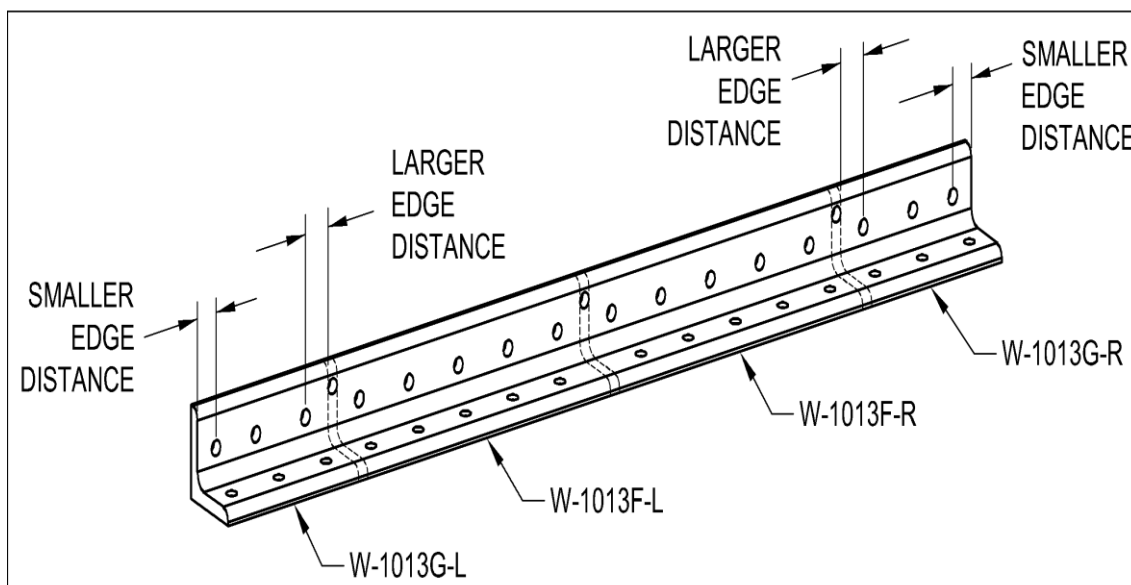

FIGURA 12: SEPARANDO W-1013FG – “AILERON ANGLE BRACKET”
Passo 20 (RV-10/10 LSA & RV-14, somente): Primeiro etiquetar (ver nota abaixo), em seguida separar W-1013FG -“Aileron Angle Bracket” em peças individuais, como mostra a Figura 12. Separar a peça nos três furos que estão na extremidade de um dos flanges. Cortar perpendicularmente a peça e aparar o material na largura do furo, ao longo da peça toda (limar, lixar, se necessário).